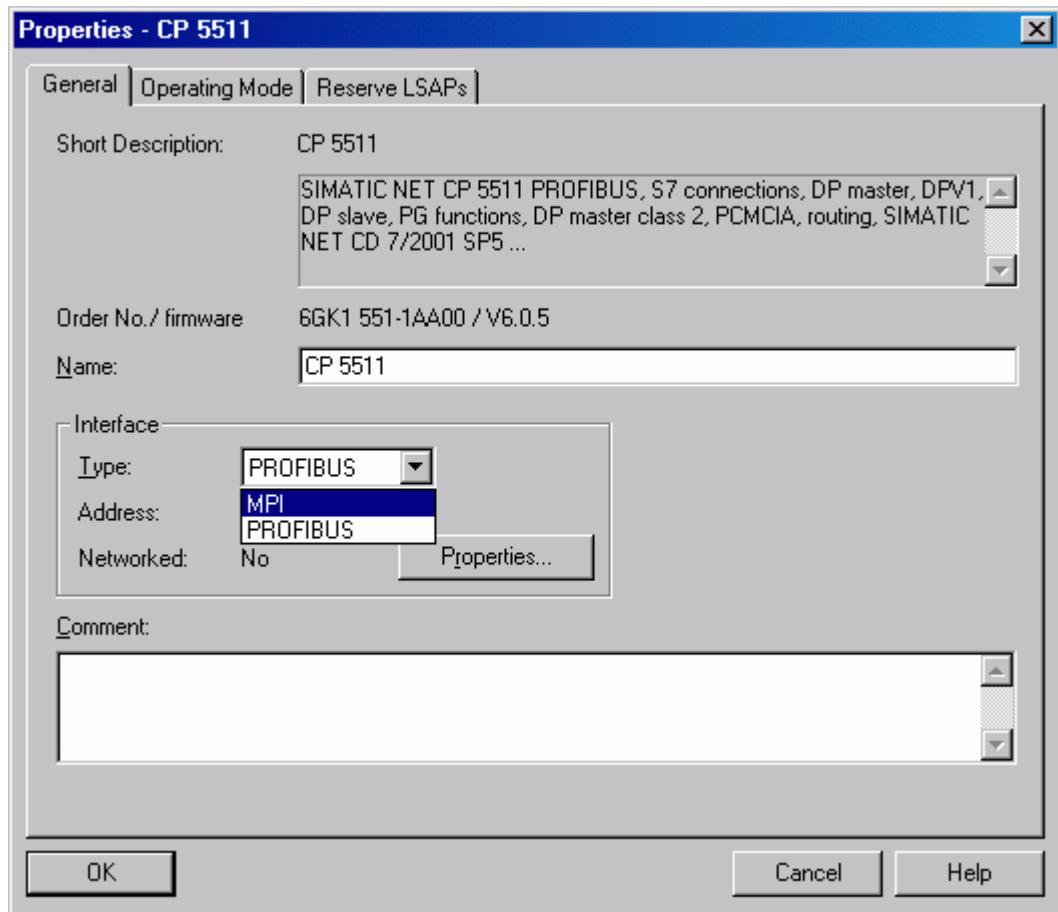

图. 4: 更改接口类型
3. 双击 CP 5611 并打开项目属性对话框。 系统默认 将"PROFIBUS" 设置为接口类型。更改为 "MPI" (图. 4)。